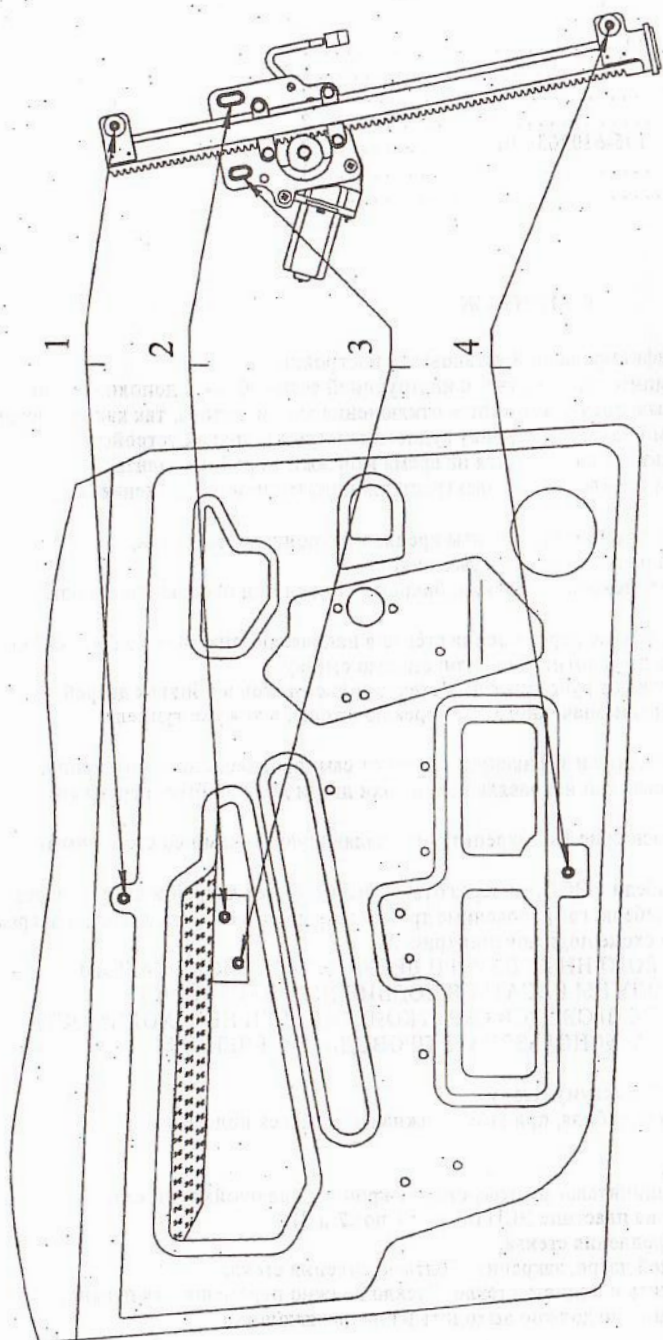

Рис.1
- 6.8 Установить ЭСП в дверь согласно рис.1 и закрепить направляющую гайками со стопорными шайбами (поз. 1 и 4).
- 6.14 Совместить резьбовые присоединительные отверстия на кронштейне обоймы стекла с соответствующими отверстиями на пластине ЭСП (на рис.1 поз.2 и 3). Установить, не затягивая, болты крепления стекла.